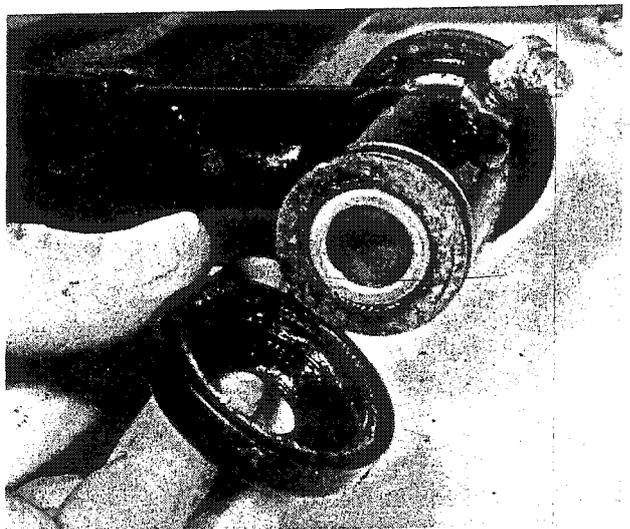

Bild 229
- Die Staubschutzkappen an beiden Seiten der Schwingenaugen abnehmen (Bild 229). Auf die Lippendichtringe in den Kappen achten. Die beiden Lagerbuchsen austreiben (Bilder 230, 231).